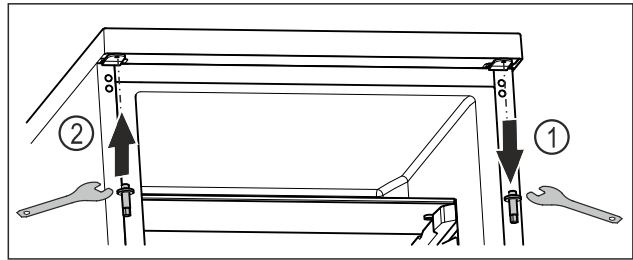

Fig. 23
- ▶ Dévisser l'axe supérieur avec une clé mâle coudée pour vis à six pans creux. Fig. 23 (1)
- ▶ Serrer l'axe du côté opposé avec une clé mâle coudée pour vis à six pans creux. Fig. 23 (2)